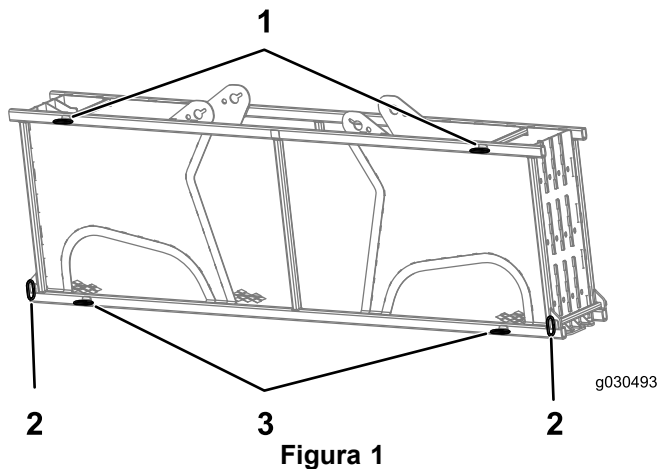

Figura 1
3. Instale los pasadores inferiores internos en el portatubos (Figura 1).
4. Verifique que los pasadores superiores (Figura 1) estén instalados.
5. Retire los pasadores inferiores exteriores (Figura 1) y retire el portatubos con una grúa capaz de elevar 2,260 kg (5,000 libras).
2. Retire los tubos superiores del portatubos (Figura 1).
5. Instale los pasadores superiores (Figura 1) en el portatubos, y sujételos con 4 pasadores Klik.
7. Sujete el portatubos a la máquina con los 2 pasadores inferiores exteriores y 2 pasadores Klik (Figura 1).